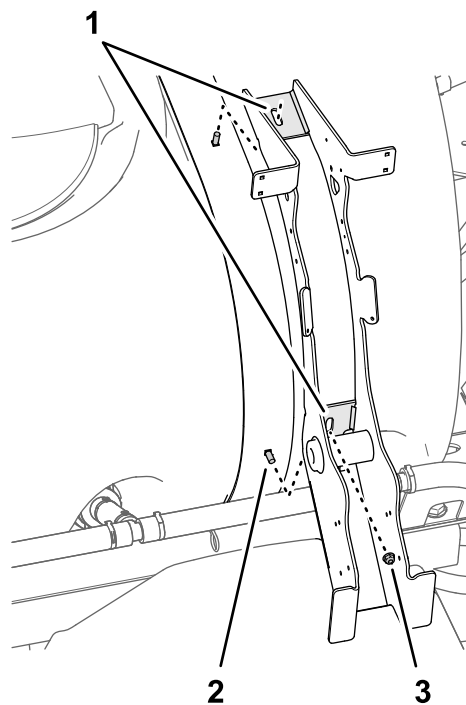

图 13
2. 将清洁加药器支架中的槽与后药缸箍带的 2 个下托架螺栓对齐如图 13 所示。
3. 将凸缘锁紧螺母5/16 英寸松松地组装到下托架螺栓上图 13。